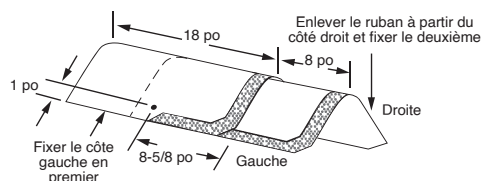

Figure 16-16 : Pose de bardeaux Shangle Ridge
7. Fixez chaque couronnement à l'aide de deux fixations (voir la Figure 16-16). Les fixations doivent avoir une longueur de 1-3/4 po (45 mm) ou plus, de sorte qu'elles pénètrent de 3/4 po (19 mm) dans le platelage ou le traversent complètement, en exposant au moins 1/8 po (3,2 mm) du bout du clou. Exposez 8 po (203 mm) de l'accessoire le long de la ligne de faîte ou d'arête et couvrez toutes les fixations.